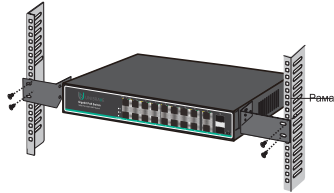

Рис. 1.1.2 Схема установки коммутатора
4. Закрепите L-образный кронштейн винтом в направляющем пазу на обоих концах рамы для устойчивого и горизонтального положения коммутатора на стойке, как указано на рис. 1.1.2.